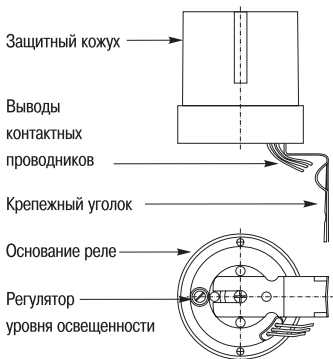

Рисунок 3. Установка фотореле
5.2. Фотореле размещено в пластмассовом корпусе, состоящем из основания с электронной платой и защитного пластикового кожуха (см. рис. 3).
5.3. Установка фотореле осуществляется на крепежном уголке (см. рис.3).
5.5 Регулятор «LUX» порога срабатывания в зависимости от уровня освещенности находится на основании корпуса фотореле (см. рис.3). Вращением регулятора (регулиру-